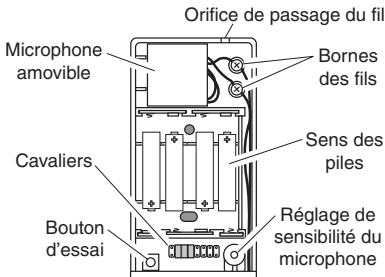

Figure 2
2. Installez 4 piles « AAA » (non fournies). Assurez-vous que les piles sont bien orientées, tel qu'indiqué au fond du compartiment (consultez la Figure 2).